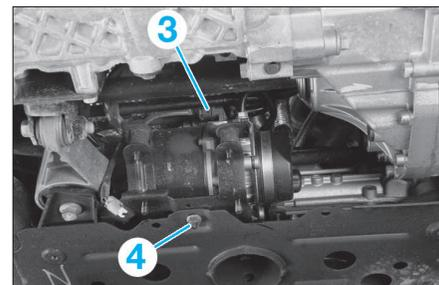
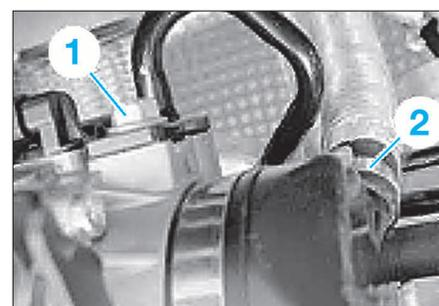

FIG. 20
FIG. 21
- Débrancher les connecteurs (3) de la pompe d'assistance de direction (Fig.20).
- Désaccoupler (Fig.21) :
- la durit d'alimentation de la pompe (2).
- la conduite de sortie de la pompe (1).
- Déposer les fixations (1) (Fig.20) et (Fig.22) de la pompe puis la pompe.